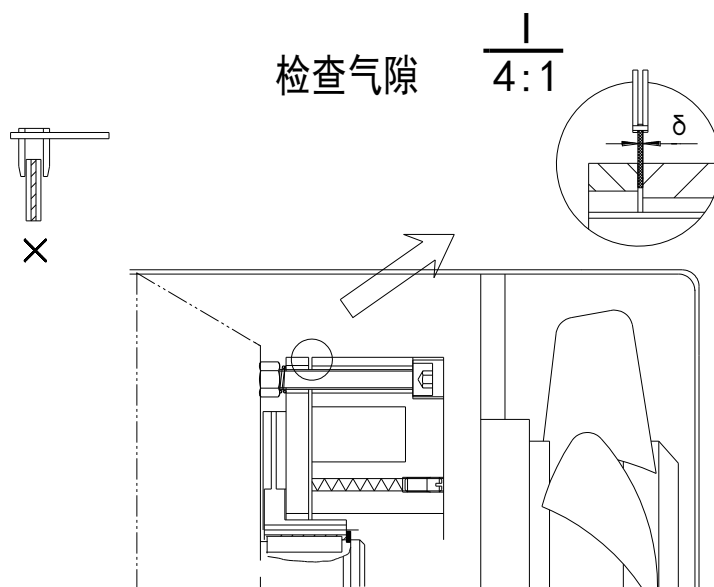

图 9.3-10 调整气隙
- (1) 每 450 小时或每三个月需保养一次；
- (2) 调整气隙：电磁制动三相异步电动机电磁制动器的标准工作气隙 δ 为 0.6mm，见图 9.3-10。